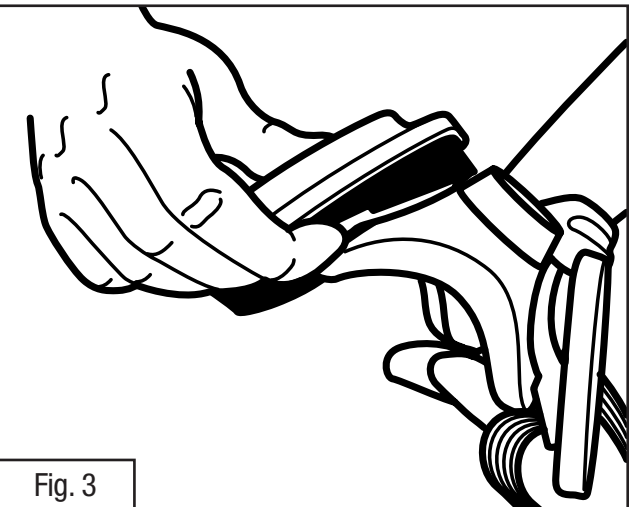

Fig. 3
- Pour remplacer le filtre 5P71 (07194), retirer le dispositif de retenue de filtre 501 (07054) en tirant sur la languette (Fig. 3).
- Para reemplazar el filtro 5P71 (07194), quite el soporte de filtro 501 (07054) al levantar la lengüeta (Fig. 3).